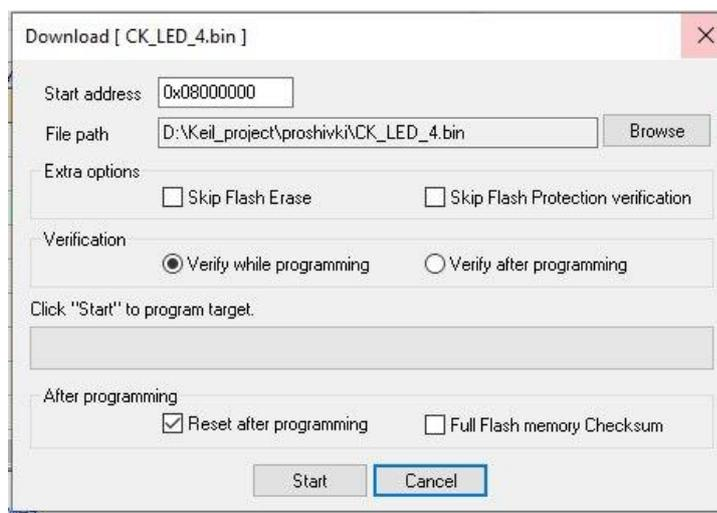

Рисунок 5 – Окна с адресом загрузки и выбора файла прошивки
2.1.5 Нажать на значок «». Откроется окно для указания адреса загрузки прошивки и выбора файла прошивки, рисунок 5.